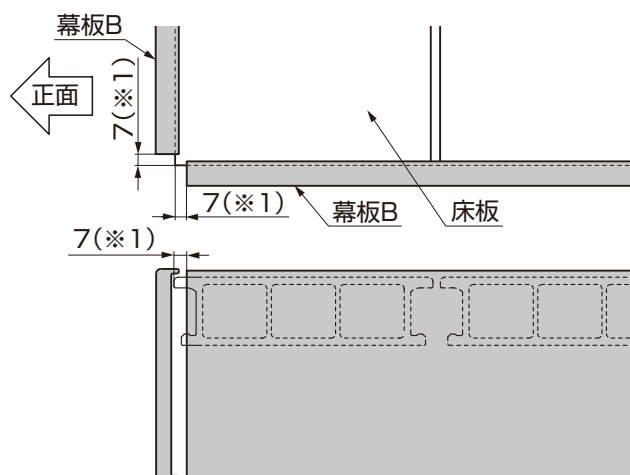
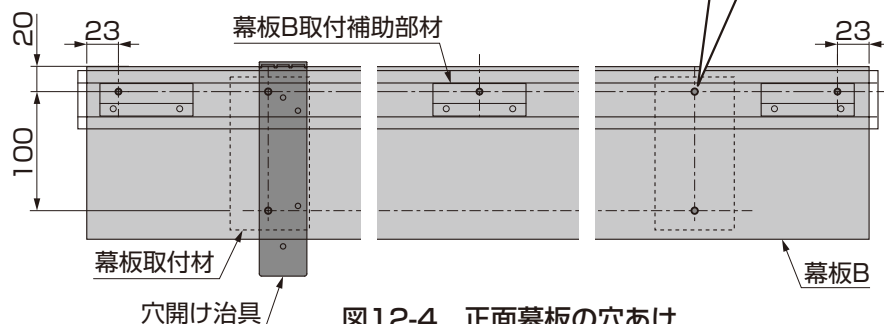

図12-3 幕板の切断
図12-4 正面幕板の穴あけ
- ② 幕板取付材及び正面幕板B取付材と幕板B取付補助部材が付いている部分に、 $\phi 4.5$ の下穴と $\phi 8$ サラ取りを幕板Bにしてください。(図12-3、図12-4参照)